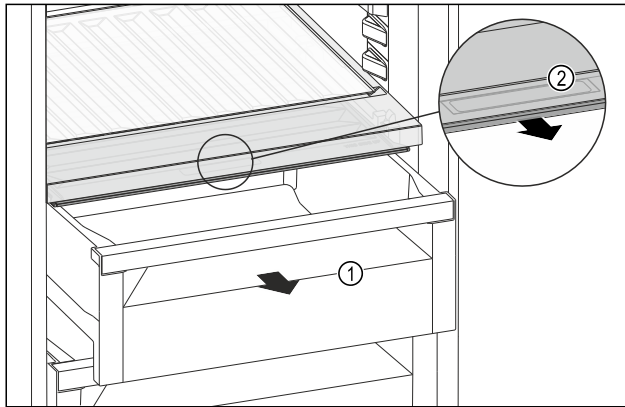

Fig. 176
- Vedä säilytyslokeron Fig. 176 (1) ulos.
- Tartu lokeron kannessa olevaan tartuntakohtaan Fig. 176 (2) ja vedä lokeron kantta samanaikaisesti eteenpäin.